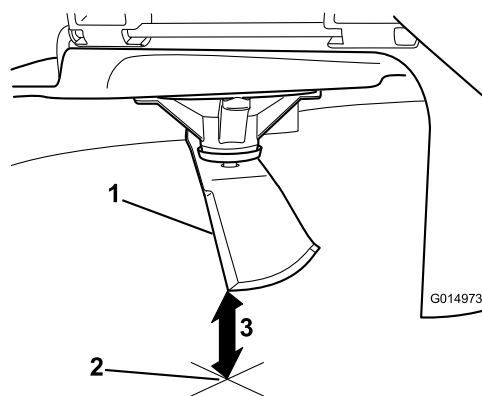

Figura 56
3. Misurare dalla punta della lama alla superficie piana (Figura 56).